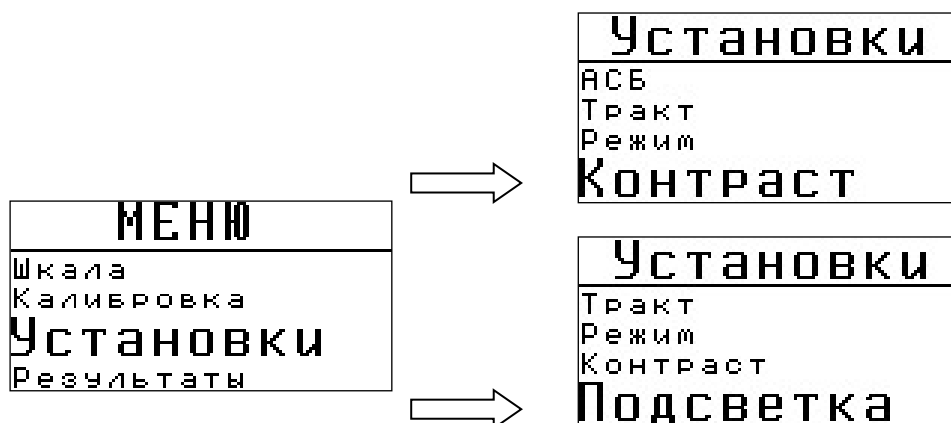

Рис.2-1 Меню регулировки параметров экрана
**Шаг 2.** Выберите кнопками  пункт **КОНТРАСТ** и нажмите кнопку . (рис.2-1)